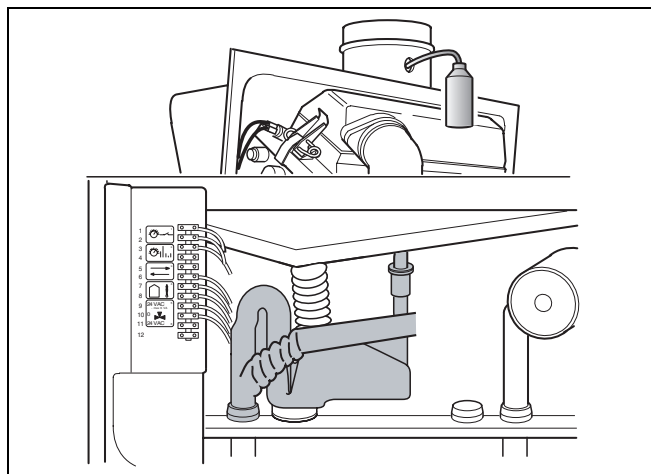

Fig. 41 Se controlează funcționarea bypass-ului apei de condens
- Se scoate și se curăța sifonul (fig. 41). A se urmări corectitudinea înșurubării în sifon a capacului de închidere.
- Se stropește apă (de exemplu cu o pisetă) în punctul de măsurare din stânga (fig. 41) pentru gazele arse și se controlează permeabilitatea bypass-ului apei de condens.